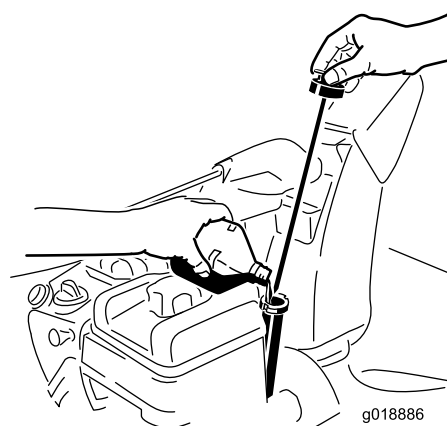

Figure 35
2. Sortez de nouveau la jauge et contrôlez le niveau d'huile (Figure 35). Ajoutez de l'huile, si le niveau est en dessous du repère du minimum sur la jauge (voir Plein d'huile du carter moteur).